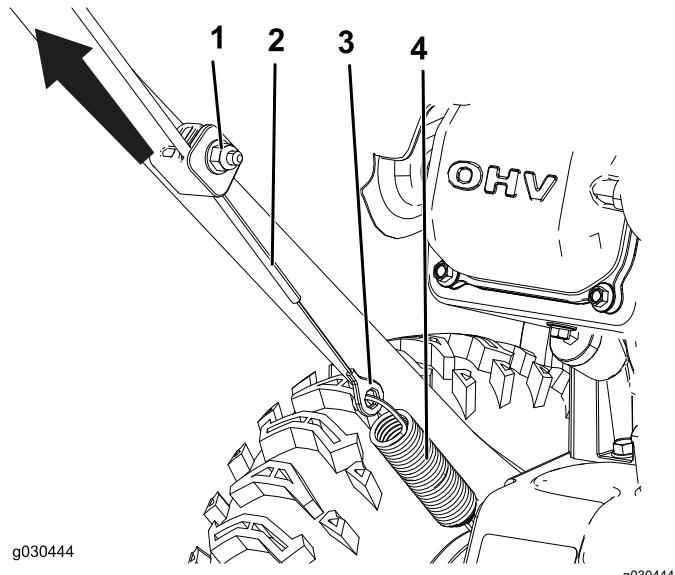

Figura 26
1. Allentate il dado sul serrafile per cavi inferiore ma non rimuovetelo (Figura 26).
2. Tirate il cavo verso l'alto e rimuovete un po' dell'allentamento (Figura 26).
3. Tenete il cavo in posizione e serrate il dado (Figura 26).